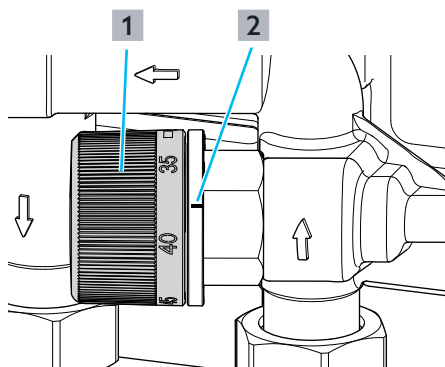

Fig. 17: Réglage du set de bypass thermostatisé à consigne de température réglable
▶ Régler la température sur la valeur souhaitée à l'aide de la poignée manuelle ((1) sur la Fig. 17 en page 24) du set de bypass thermostatisé à consigne de température réglable.